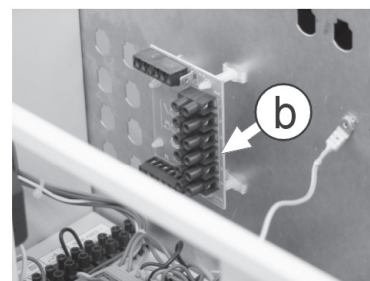

рис. 3
5. Насадите вспомогательную печатную плату на установленные пластмассовые втулки (рис. 3/a).